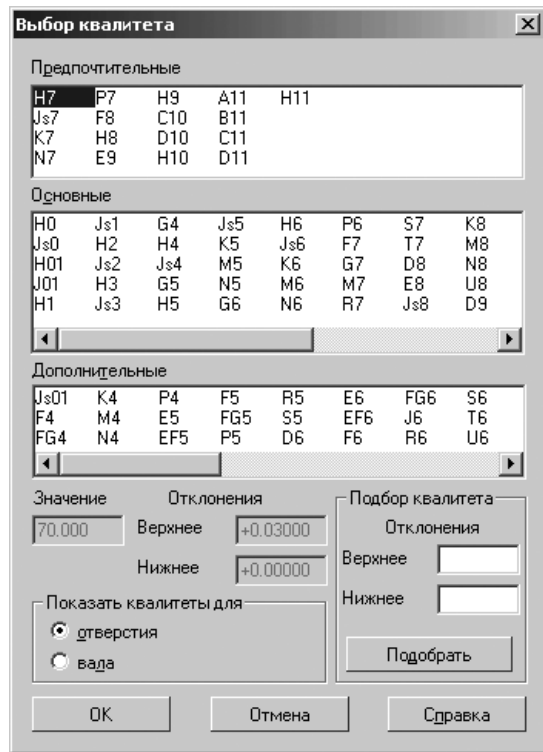

Рис. 4.51. Диалоговое окно **Выбор качества** для настройки размерной надписи отверстия ролика
- щелкните в окне **Предпочтительные** по квалитету H7, а затем по кнопке **ОК**. Это состояние диалогового окна **Выбор квалитета** показано на размере отверстия в ролике (рис. 4.51);